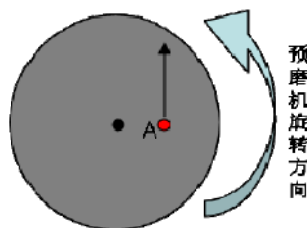

图 3 预磨机试样放置位置示意
5. 样品放置在如图 3 所示位置附近用力持住并轻轻靠向砂纸，待试样与砂纸接触良好并无跳动时，可以用力压住试样进行磨制。当磨面平整、磨痕方向一